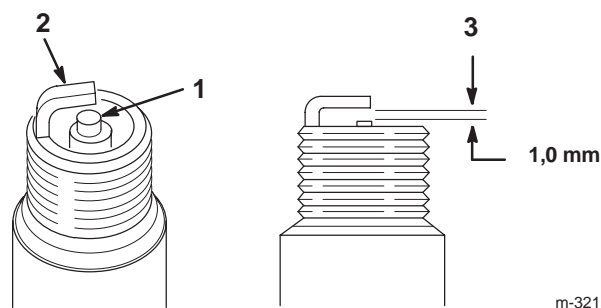

Figure 46
1. Inspectez le centre des bougies (Fig. 46). Si le bec de l'isolateur est recouvert d'un léger dépôt gris ou brun, le moteur fonctionne correctement. S'il est couvert d'un dépôt noir, c'est généralement signe que le filtre à air est encrassé.
2. Contrôlez l'écartement entre l'électrode centrale et l'électrode latérale (Fig. 46). Courbez l'électrode latérale (Fig. 46) si l'écartement est incorrect.